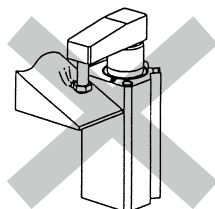

図4
- ④ ワークのクランプ面は、必ずシリンダ軸線に対し垂直になるようにしてください。(図4)